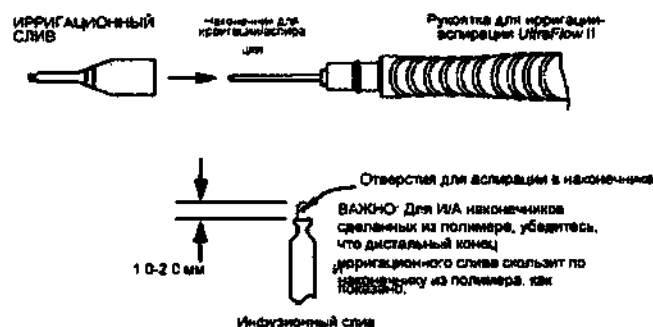

Рисунок 3-6 Подготовка ирригационного слива/наконечника рукоятки ирригации-аспирации
2. Закрутите конец ирригационного слива так, чтобы наконечник для И/А выступал на 1–2 мм (см. рисунок 3-6). Избегайте перекручивания слива. Расположите порты как показано и убедитесь, что отверстие для аспирации не закупорено.